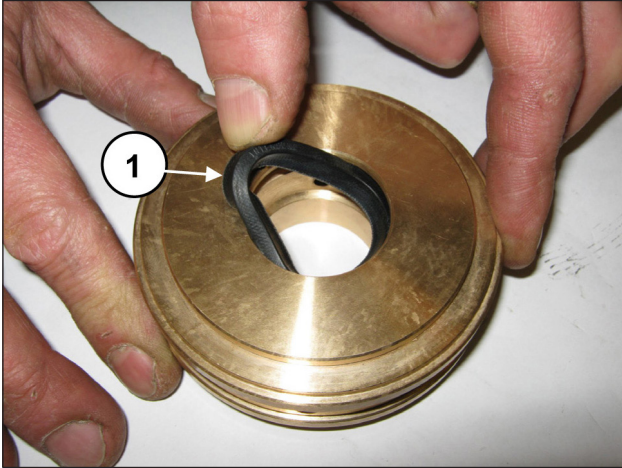

Fig. 175
Insérer le joint de basse pression dans le support du joint (rep. ①, Fig. 175) en contrôlant le sens de montage qui prévoit que la lèvre d'étanchéité soit tournée en avant (vers la tête).